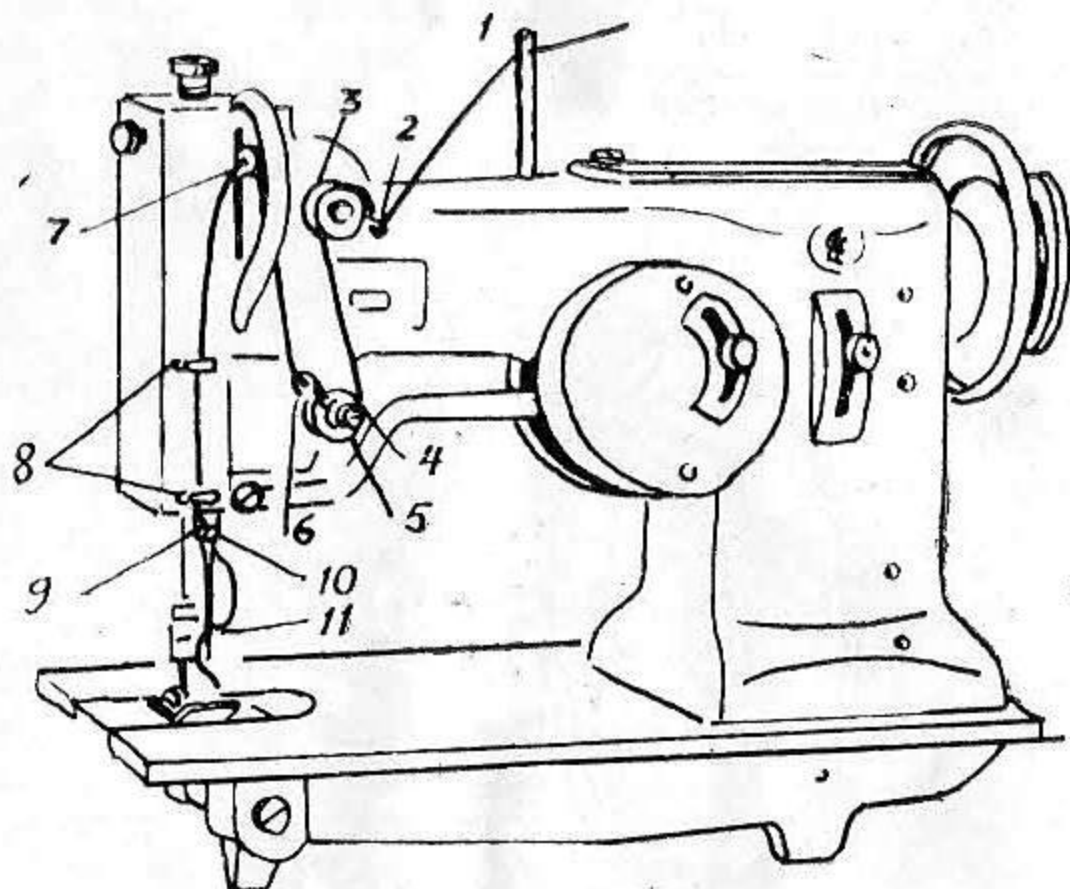

Рис. 4.
6.6. Заправка верхней нитки (рис. 4)